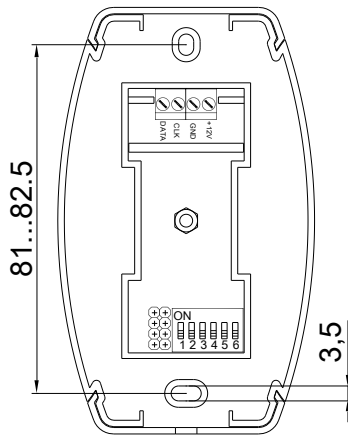

Рис. 2 Установочные размеры, элементы подключения и установки режимов работы ВКП
5.2 В конструкции подготовить отверстия для установки ВКП согласно установочным размерам (см. рисунок 2).
5.3 В соответствии с типом интерфейса связи/адресом ВКП установить перемычки JP1-JP5 на плате ВКП (см. рисунок 2 и таблицу 3).
5.4 Подключить к ВКП внешние линии согласно схеме подключения (см. рисунок 2).